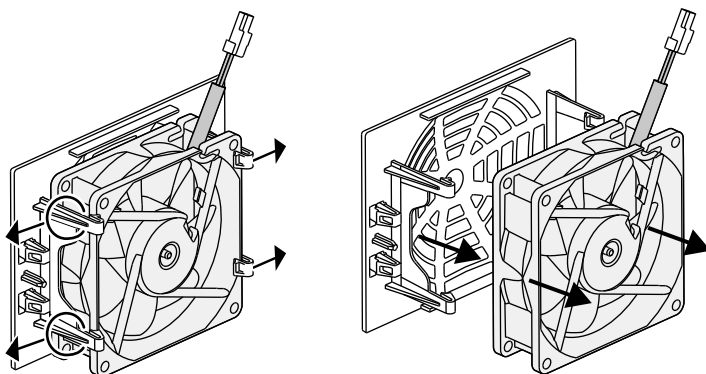

Fig. 76 : démontage de la grille du ventilateur
5. Il est encore possible de retirer le ventilateur de sa grille. Pour cela, appuyer légèrement sur les pattes de fixation vers l'extérieur et extraire le ventilateur.  Fig. 76